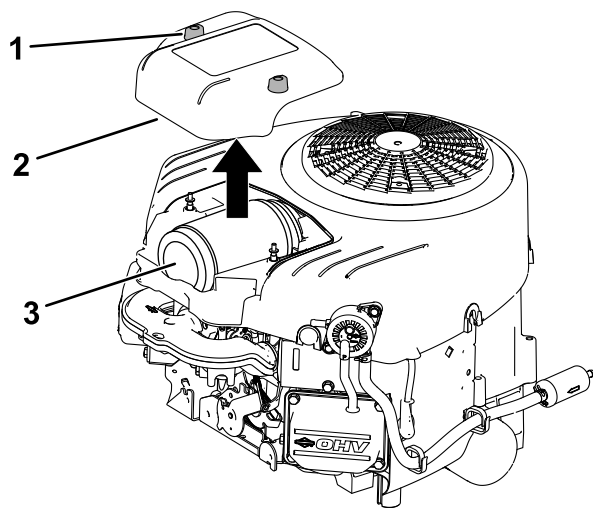

Figure 31
3. Remettez le couvercle et serrez les fixations (Figure 31).